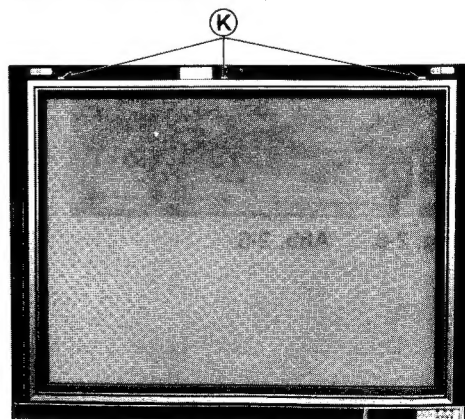

Fig. 4-2 Abb. 4-2
1. Remove the escutcheon fixing screws (K) in fig. 4-2.
1. Die Verzierungsleisten-Befestigungsschrauben (K) in Abb. 4-2 entfernen.